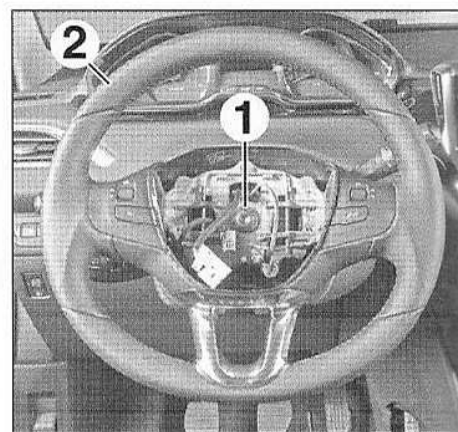

FIG.9
- Desserrer la vis (1) (Torx (T50)) de quelques filets (Fig.9).
- Dégager le volant de direction (2) de ses cannelures en tapotant sur son pourtour si nécessaire.
- la vis (1),
- le volant de direction (2) en prenant soin de ne pas endommager les faisceaux électriques lors de leur passage à travers le volant.